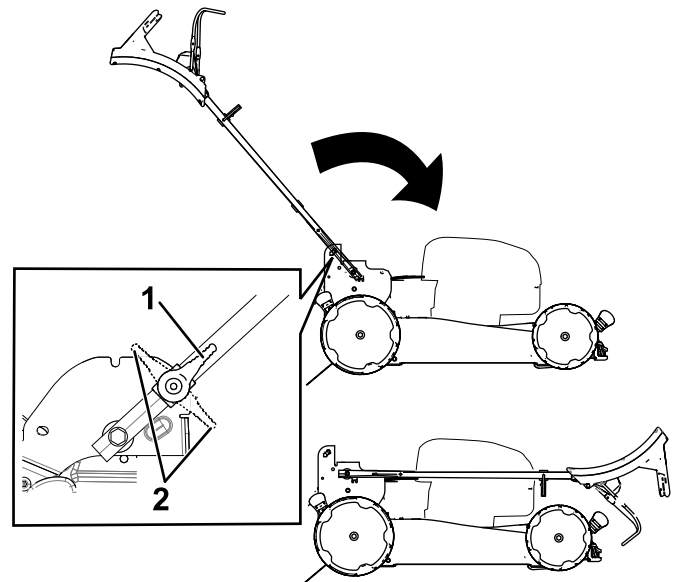

Figure 19
3. Ouvrez les verrous du guidon (Figure 19).
4. Rabattez le guidon complètement en avant (Figure 19).